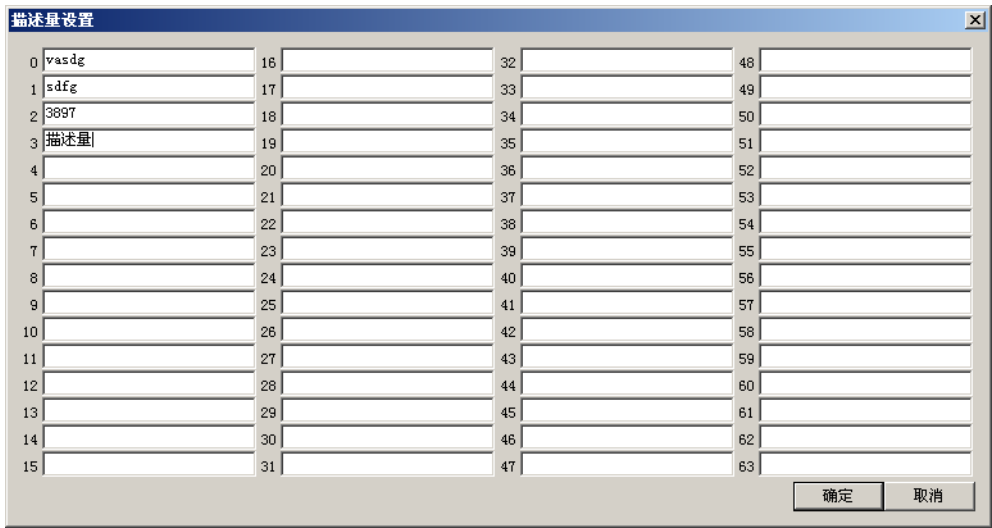

图 6-20 描述量设置对话框
- 设置：只有当数据类型栏选择描述类型时，设置栏按钮处于可用状态，点击此按钮，将弹出如图 6-20所示对话框。在框内填入字符串描述，运行时用字符串来替代此字符串前的整数序号。允许使用汉字，描述字符串长度为 40 个字节。